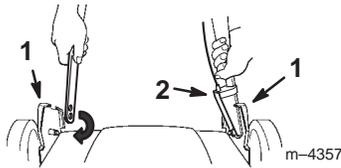

Figure 2
3. Accrocher le bas de la branche gauche du mancheron inférieur et le guide-câble sur l'ergot du support de montage de gauche (Fig. 2).
4. Monter le bas de la branche droite du mancheron inférieur sur l'ergot du support de montage de droite (Fig. 2).